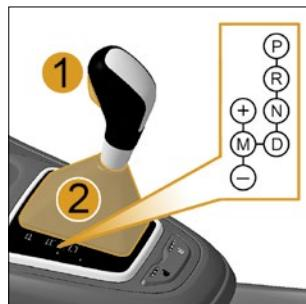

Рис. 20. Рычаг переключения передач автоматической коробки передач
Переключение режимов автоматической коробки передач осуществляется перемещением рычага переключения передач в направлении согласно схеме режимов переключений (рис. 20), в зависимости от желаемого направления движения. Для разблокировки рычага необходимо нажать кнопку фиксации 1 на рукоятке рычага переключения передач. При перемещении рычага из положения **N** в положение **D**, **M**, «+», «-» и обратно кнопку фиксатора можно не нажимать. Выбранный режим индицируется на жидкокристаллическом индикаторе в комбинации приборов.
Для перевода рычага переключения передач нужно нажать на кнопку принудительной разблокировки **4** (см. рис. 21), находящуюся под чехлом рычага, и одновременно нажать на кнопку **1** (см. рис. 20) на рукоятке. Чтобы получить доступ к кнопке разблокировки:
1. Необходимо отсоединить верхнюю часть чехла **2** (см. рис. 20) от рукоятки рычага переключения передач. Для этого требуется повернуть по часовой стрелке нижний хромированный колпачок **3** (см. рис. 21) рукоятки на угол 45° и сдвинуть колпачок с чехлом вдоль оси рычага.